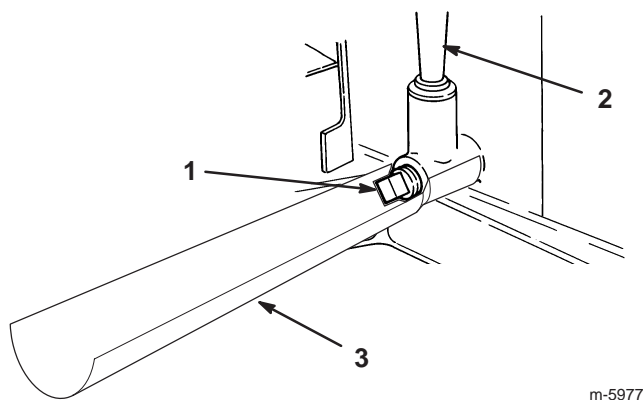

Figure 18
8. Placez l'entonnoir de vidange sous la jauge d'huile/le goulot de remplissage (Fig. 18).
10. Enlevez le bouchon de vidange (Fig. 18).